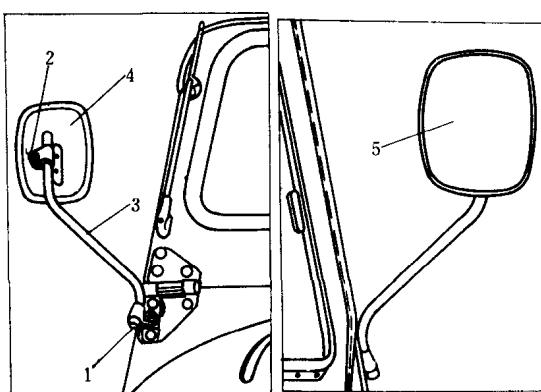

图 1-18 后视镜
18. 后视镜(图 1-18) 装于前风窗左右两侧的铰链上。为了得到良好的后部视野，可按下述方法调整：